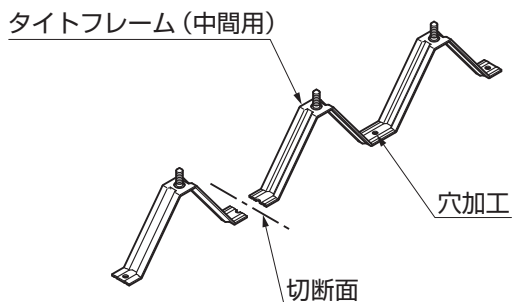

図4-5
- ①タイツフレーム (中間用) を穴加工の真ん中で切断してください。(図 4-5 参照)